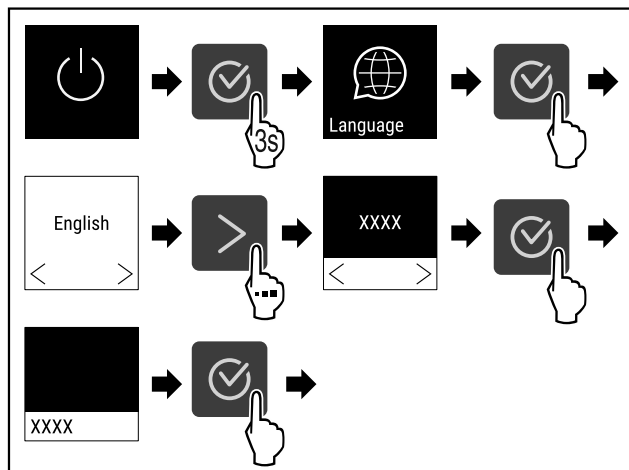

Fig. 4
- Wykonać czynności (patrz Fig. 4).